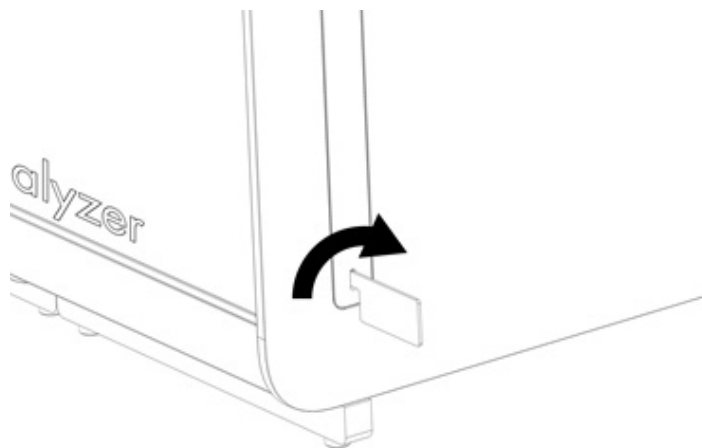

图 13. 拆卸防护罩。
- 1e. 从分析模块的侧面将防护罩拆下，此处即为连接附加分析模块的地方（图 13）。